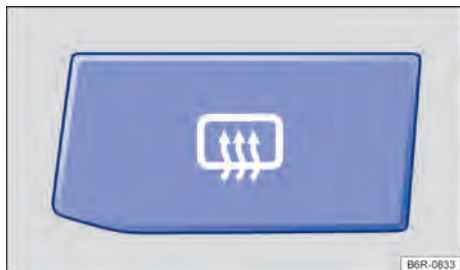

Fig. 73 En la consola central: botón del desempañador de la luneta.
- Presionar el botón → **fig. 73** para encender el desempañador de la luneta.